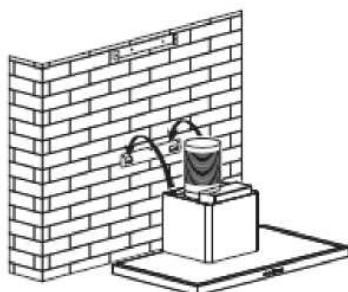

Abb. 5
- Montieren Sie die Abzugshaube am Haken. Siehe Abb. 5